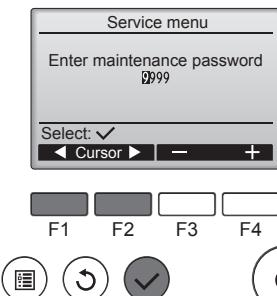

Fig. 7-2
- ① Seleccione "Service" (Revisión) desde el Menú principal, y pulse el botón .
- ② Una vez seleccionado el Menú Revisión aparecerá una ventana que pide la contraseña. (Fig. 7-2)